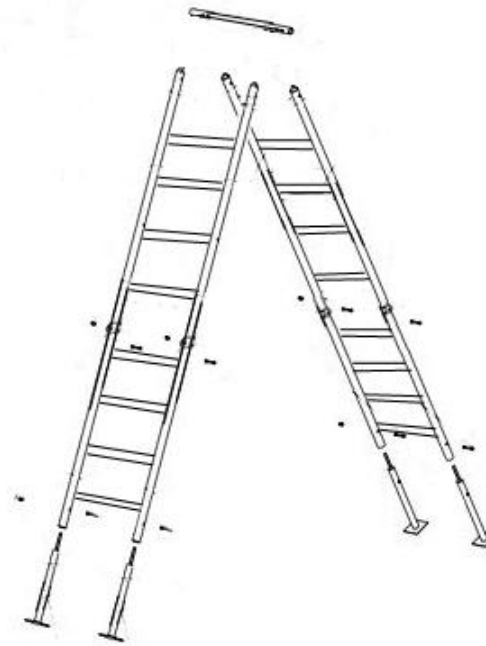

Рис. 3
**4.3.5.** Соединить оставшиеся стойки раскоса с перекладиной и установленными стойками раскоса малыми перекладинами из 8 шт. и большой перекладиной. **Рис. 3**